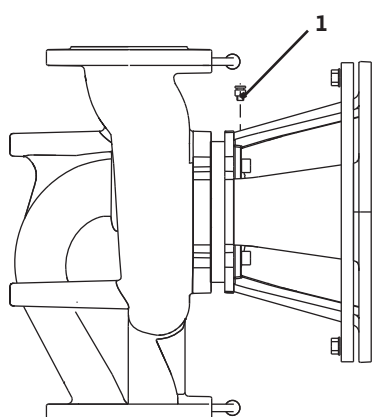

Fig. 36: Válvula de ventilação
- Purgar o as das bombas após soltar as válvulas de ventilação (Fig. 36, Pos. 1). Um funcionamento a seco danifica o empanque mecânico da bomba. O sensor da pressão diferencial não deve ser ventilado (perigo de danificação).